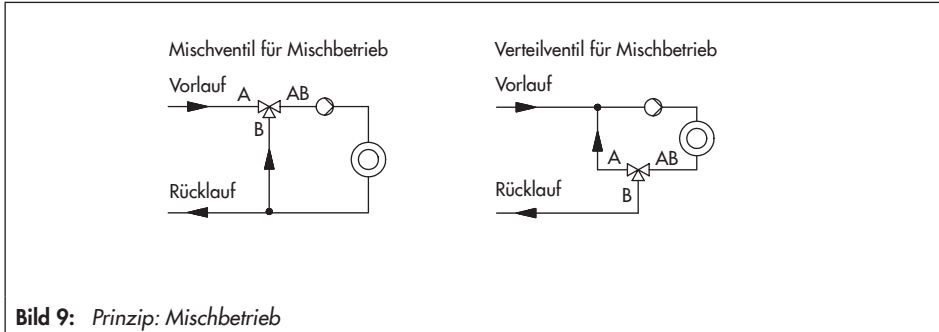

Bild 9: Prinzip: Mischbetrieb
- Bei Dreivegemischventil: Durchgang A → AB geöffnet, B → AB geschlossen (vgl. Bild 9)
- Bei Dreiwegemischventil: Durchgang A → AB geschlossen, B → AB geöffnet (vgl. Bild 9)